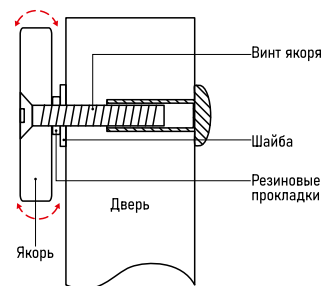

Рис. 8 Установка якоря на дверь
6. С помощью молотка вбейте штифты в специальные отверстия якоря, как показано на рисунке 7. Установите якорь на дверь в соответствии с выбранным способом установки. Резиновые прокладки предназначены для небольшого хода якоря и должны быть установлены между ним и металлической шайбой. См. рис. 8.